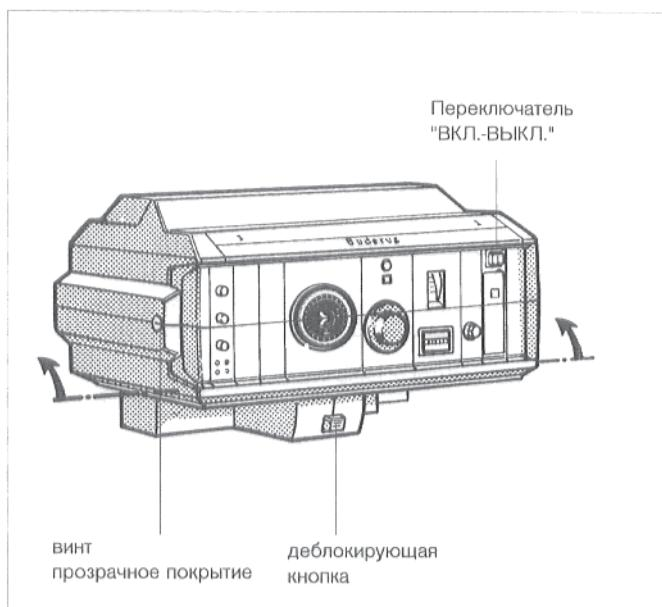

Рис. 40: система регулирования 3000
Установить шлиц крепежного винта, для прозрачного покрытия регулятора, в горизонтальное положение, например, при помощи монеты. Вставить спереди позрачное покрытие, и установить щлиц винта в вертикальное положение (рис. 40).
Для лучшей обозримости элементов управления регулятора, верхнюю часть возможно устанавливать в двух различных позициях (рис. 40).
Для установки в исходное положение необходимо нажать деблокирующую кнопку (рис. 40).
Установить щлиц крепежного винта, для прозрачного покрытия регулятора (рис. 40), в горизонтальное положение, например при помощи монеты. Снять позрачное покрытие в направлении вперед.
- Установить переключатель режима работы (рис. 40 и 41) на поз. 0 (ВЫКЛ.).